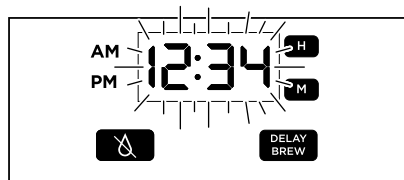

Fig. 1
- 1 Branchez le cordon d'alimentation dans une prise électrique. L'horloge sur le panneau de commande clignotera pour indiquer que l'heure n'a pas été réglée (fig. 1).